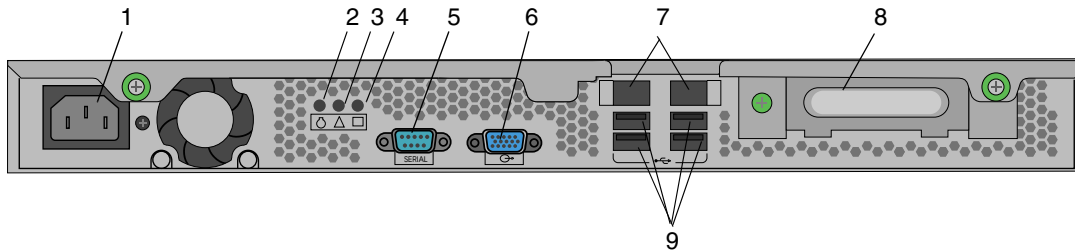

ABBILDUNG 1-2 Rückansicht
ABBILDUNG 1-2 zeigt die Rückansicht des Sun Fire X2100 Servers.
- Wenn sich der Server mithilfe des entsprechenden Betriebssystembefehls nicht herunterfahren lässt oder kein solcher Befehl verfügbar ist, drücken Sie den Ein-/Aus-Schalter (siehe ABBILDUNG 1-2).